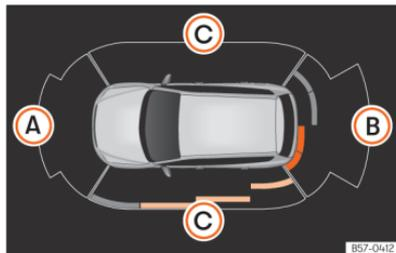

Abb. 133 Anzeige der Einparkhilfe auf dem Bildschirm des Infotainment-Systems.
Im Stoßfänger befinden sich Sensoren. Wenn sie ein Hindernis erkennen, weisen sie durch akustische und optische Signale im Infotainment-System darauf hin »» (Abb. 133).
Um vollständig die Fahrzeugumgebung darstellen zu können, muss das Fahrzeug einige Meter nach vorn bzw. nach hinten bewegt werden. Die fehlenden Bereiche werden abgetastet und vorhandene Hindernisse in den seitlichen Bereichen des Fahrzeugs »» (Abb. 133) (C).